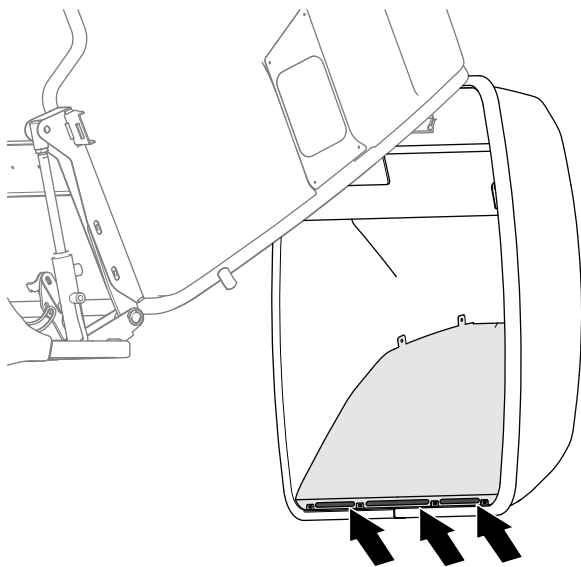

Figura 141
6. Utilizando ar comprimido, limpe a relva e os detritos das ranhuras no lado inferior da placa de metal interna da porta da tremonha. (Figura 141).